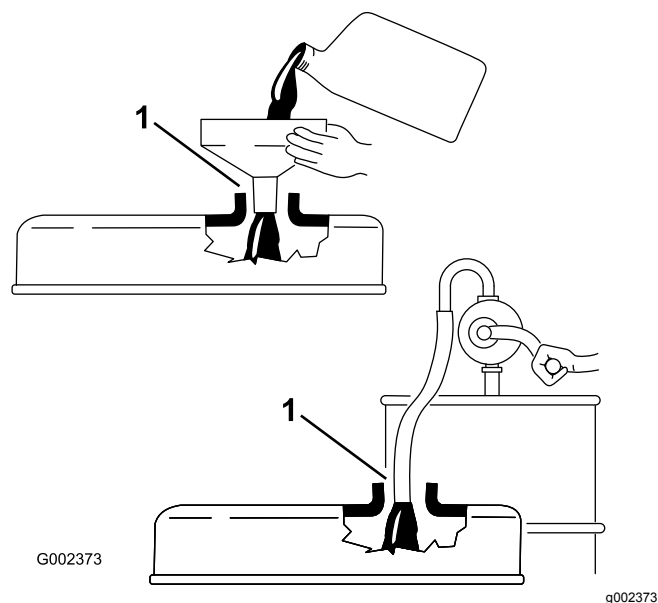

图24
**重要事项** 确保为发动机添加机油时已取出量油尺。当添加机油或注油时、注油设备与气门室盖内的注油孔之间**必须有空隙**、如 图24 所示。此空隙是注油时准许通风所必需的、可以防止油溢入通气孔。